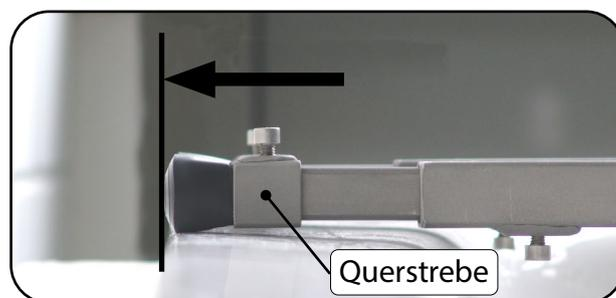

Abb. 6.3.05 – Teleskoprohre ausziehen
4. Stellen Sie die Länge der Wannenauflage ein, indem Sie die Teleskoprohre bis zum äußeren Wannenrand ausziehen (Abb. 6.3.05). Achten Sie darauf, dass beide Gummistopfen vollständig auf dem Wannenrand aufliegen!
5. Ziehen Sie die beiden Befestigungsschraubender Teleskoprohre fest an (Abb. 6.3.05).
6. Schieben Sie die linke Querstrebe so weit wie möglich an die Gummistopfen und ziehen Sie die Befestigungsschrauben fest an (Abb. 6.3.05).